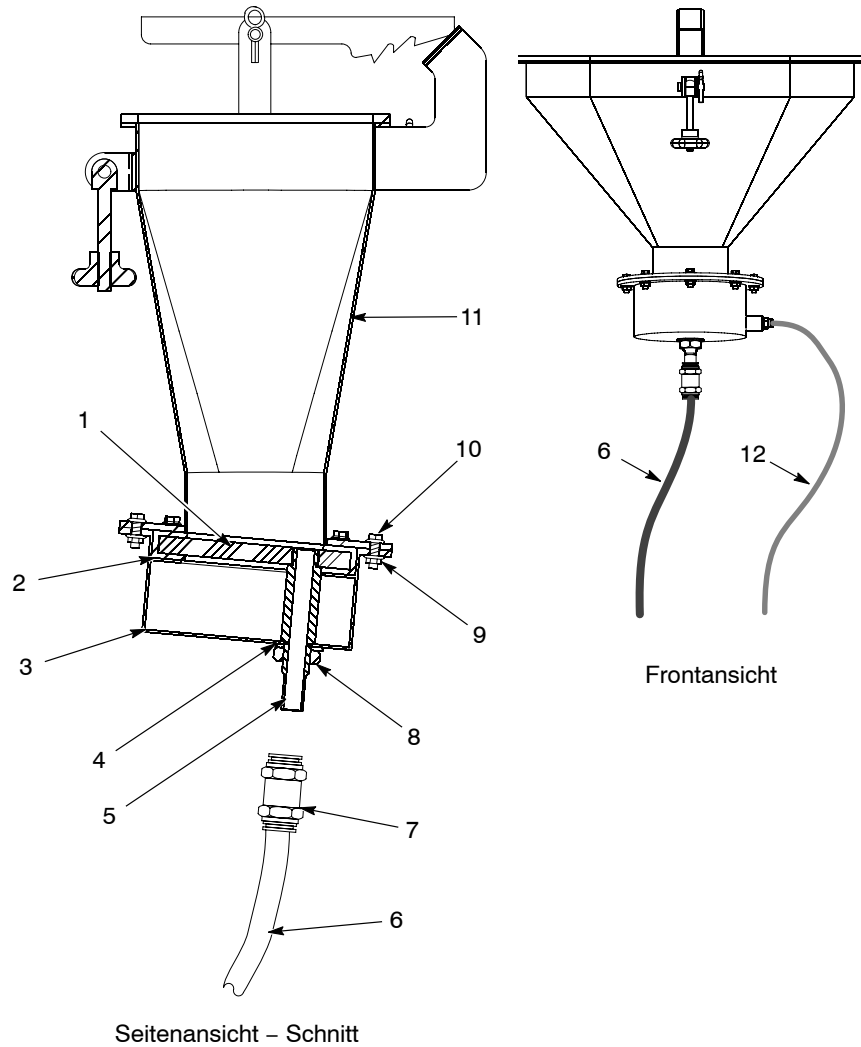

Abb. 13 Transferbehälter
1. Siehe Abbildung 13. Fluidluftschläuche abnehmen (12).
2. Den 16-mm Pulverschlauch (6) von der Schottverschraubung (7) abnehmen. Die Schottverschraubung vom Ausgangsrohr (4) abnehmen.
3. Die Sammelkammer (3) vom Transferbehälter (11) abnehmen. Dazu die acht Schrauben (10) und Muttern (9) entfernen.
4. Quetschmutter (8) und Dichtring (4) vom Ausgangsrohr abnehmen. Zwei Schraubenschlüssel verwenden: einen an der Flachstelle des Ausgangsrohrs und den anderen an der Quetschmutter.
5. Die Fluidisierungsplatte (1) mit Dichtung (2) und Ausgangsrohr aus der Sammelkammer heben. Das Ausgangsrohr von der Fluidisierungsplatte abschrauben.